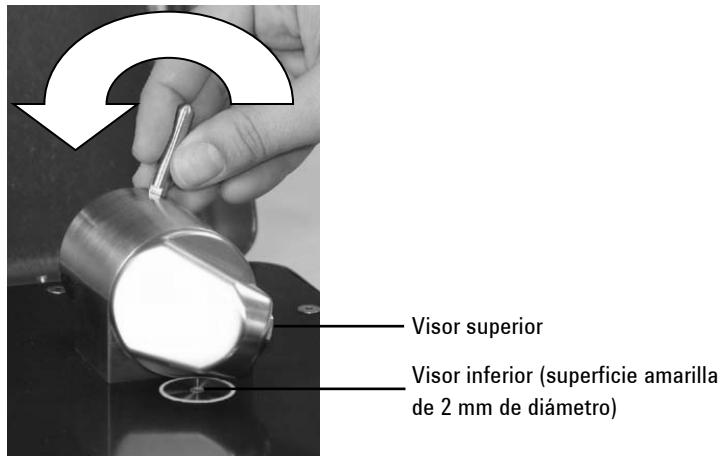

Figura 4. TumblIR con el visor del accesorio hacia arriba
En el modo limpieza y carga de la muestra, el TumblIR se gira de forma tal que el visor del accesorio apunte hacia arriba (consulte la Figura 4). Es en esta posición, se puede acceder fácilmente al área de montaje de la muestra para cargarla en su lugar y limpiar las superficies de muestreo antes de analizar la siguiente muestra.
- 2 Limpie el visor superior primero y luego limpie el visor de montaje inferior, como se indica en la Figura 4.
- 1 Abra el dispositivo de muestreo (TumblIR); para ello gire el brazo hacia la izquierda (consulte la Figura 4).
- 2 Limpie el visor superior primero y luego limpie el visor inferior, como se indica en la Figura 4.